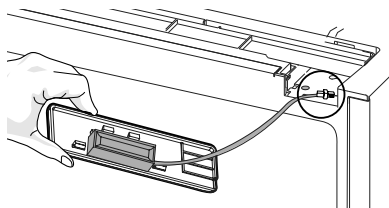

Figura 5
- 6 Desenchufe el mazo de cables del interruptor de ampolla (ver Figura 5) y déjelo aparte.